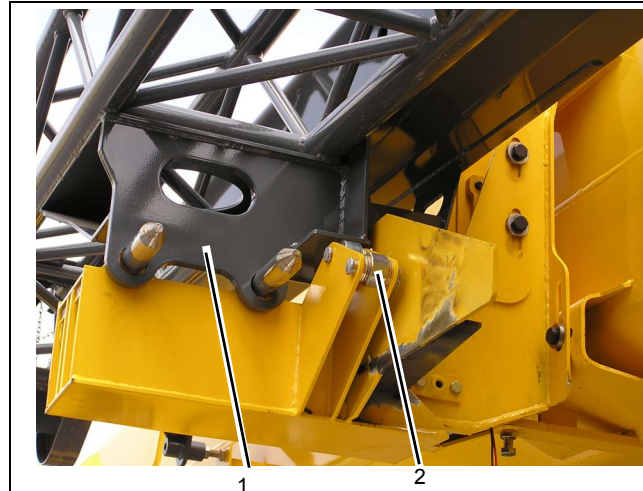

FIGURA 4-23
13. Extienda la pluma aproximadamente 60.9 cm (2 pies) para quitar la extensión (1, Figura 4-23) de la rampa (2).